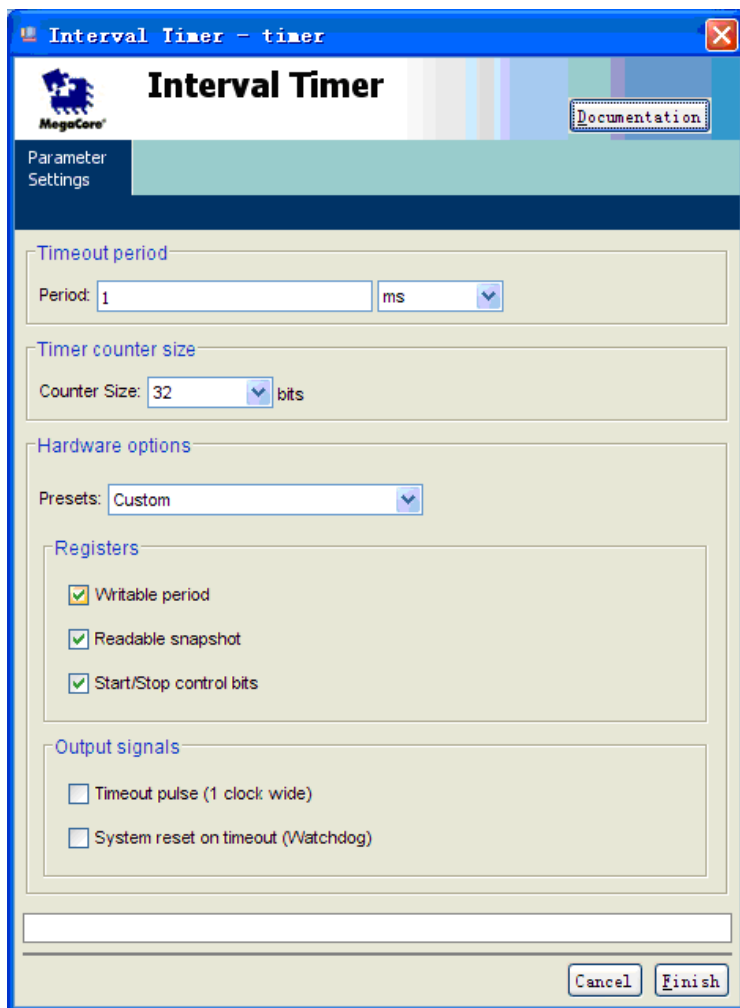

图 6-21 Interval Timer
29. 回到 Quartus II 操作界面，在 SOPC 系统中添加 Interval Timer，配置保持默认，如图 6-21。之后执行“generate”，重新生成系统。